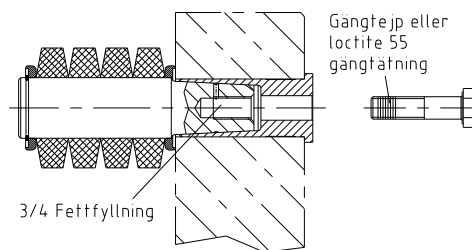

Bild 20: Rengöring av tappar
- Vira gängtape Loctite 55 runt skruven. Lämna de första 2 till 3 gängor så att skruven drar ordentligt (se bild 20).